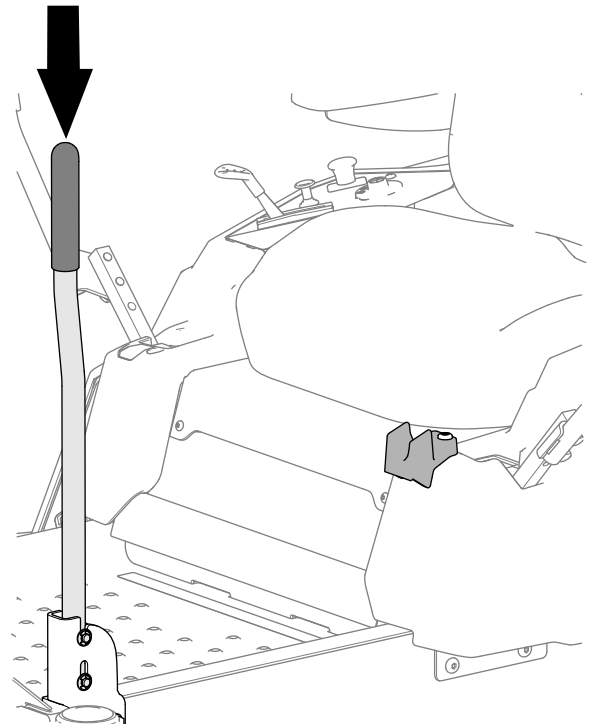

Figura 9
2. Baje el asidero como se muestra en la Figura 9.